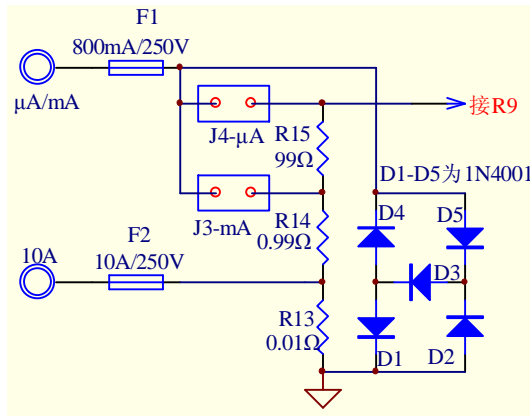

图13 电流测量电路（一）
- 13.13.3 图 13 之电流测量方法, 可采用自校准方法校正 μA 、 mA 及 10A 档, $R13$ 、 $R14$ 及 $R15$ 的精度不影响电流测量的精度。也可采用高精度 $R14$ 及 $R15$ 电阻, 并手动调校 $R13$ 方式以校准大电流, 即与传统数字万用表相同。